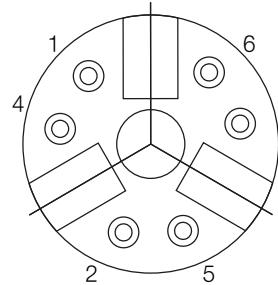

Fig.5
(5) 척을 스판들(척 아답터) 부착면에 부착하여 주십시오. 척 핸들을 회전시켜 척이 선반의 스판들 부착면에 완전히 밀착하게 해 주십시오. 척 체결볼트를 균등히 체결하여 주십시오.(Fig.5)
(5) Mount the chuck to the spindle.(via adaptor plate) Turn the joint so that the chuck is properly attached to the spindle mounting face of the lathe. Uniformly tighten chuck mounting bolts in order to 1→2→3→4→5→6 as shown in Fig.5(Uneven tightening will cause run-out.)
均匀地，紧夹头螺栓 (Fig. 5)